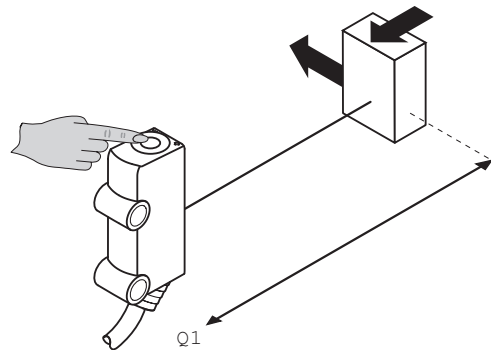

Figura 33: Regolazione distanza di lavoro
- 1 Portare l'oggetto alla distanza desiderata nella traiettoria del raggio del dispositivo (rispettare la distanza di lavoro min. e max., v. figura 33, pagina 93).